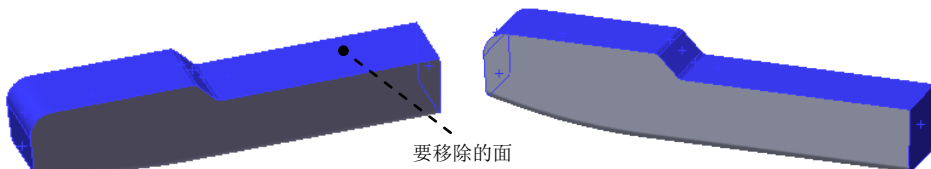

图 12.4.7 定义移除面
(2) 定义抽壳参数。
① 定义要移除的面。选取图 12.4.7 所示的模型表面为要移除的面。